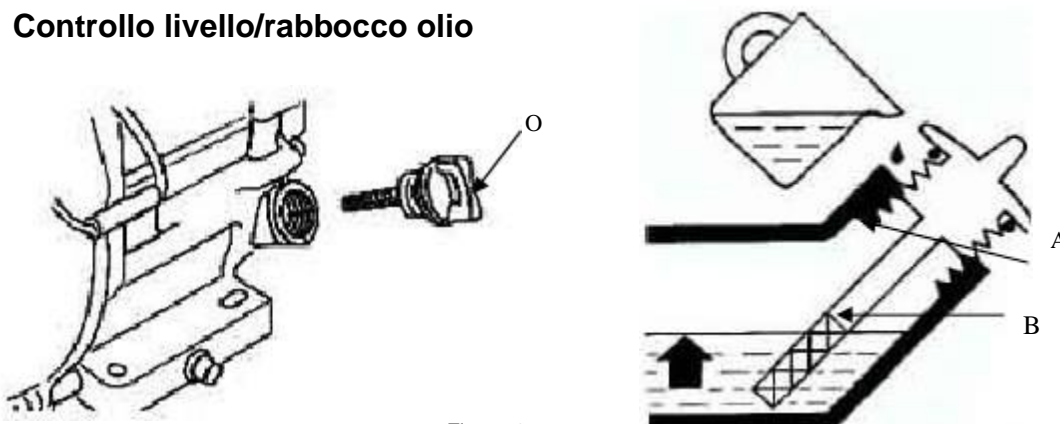

Figura 1
6. Rimuovere l'astina di controllo livello olio (O) e pulirla con un panno pulito (figura 1).
9. Per eseguire il rabbocco, inserire lentamente l'olio nel bocchettone (A). **Non fare traboccare l'olio.** Dopo il rabbocco, attendere un minuto e verificare nuovamente il livello dell'olio.